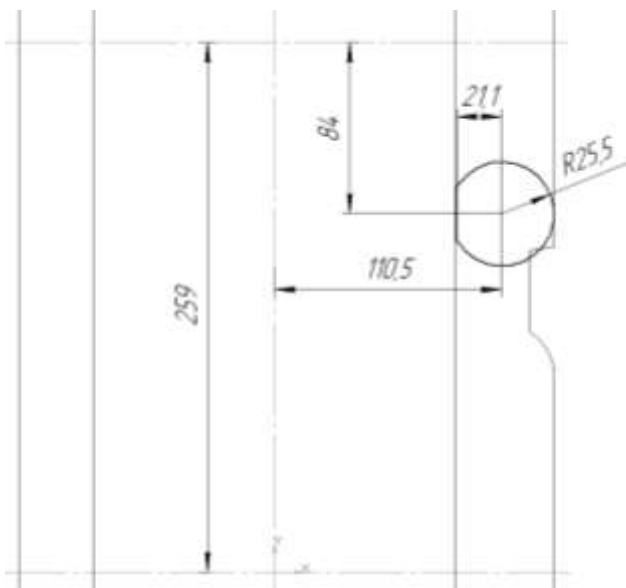

Рисунок 6.10 – Бобишки ведучого вала
17. За таким же принципом будуються бобишки на місцях кріплення кришок ведучого вала (рис. 6.10). Проте перед тим, як виконати дзеркальне відображення, необхідно буде створити допоміжну площину, паралельну площині XU і зміщену від неї у зворотному напрямі на величину міжосьової відстані (259 мм).